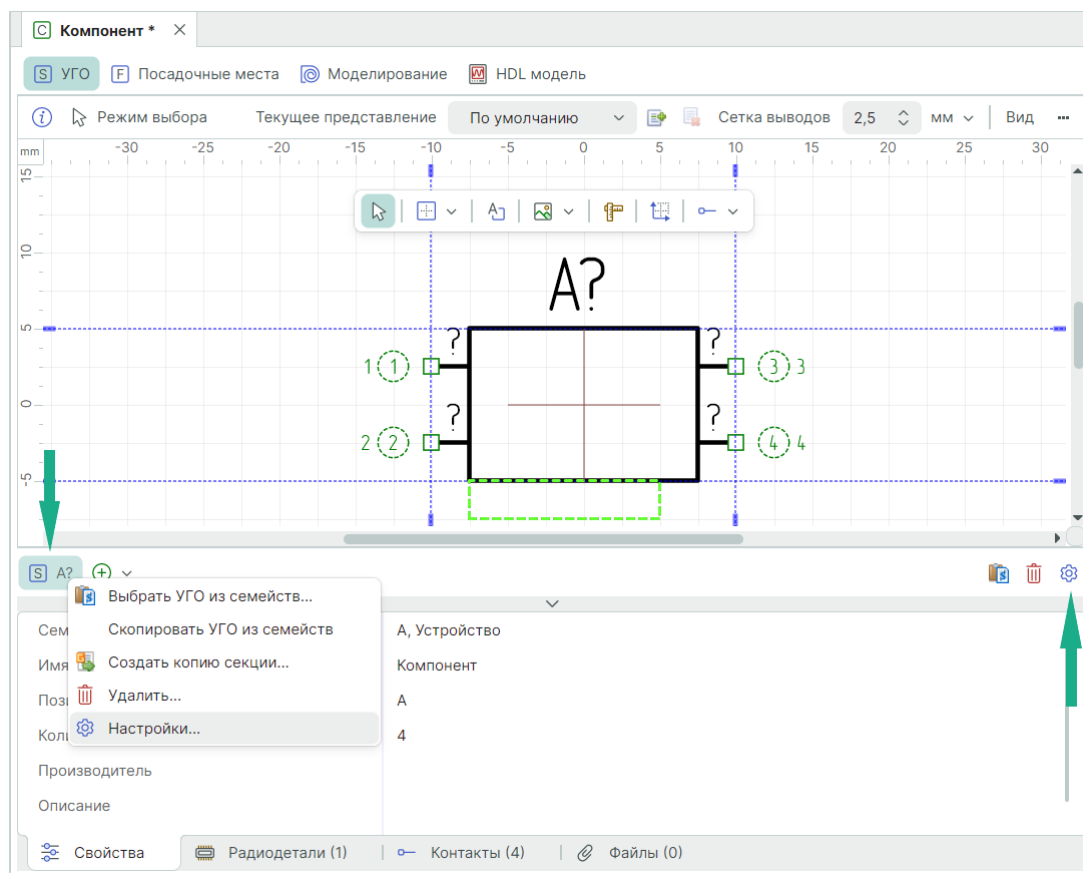

Рис. 221 Вызов настроек секций
1. Вызовите окно настроек из контекстного меню секции или с помощью символа , расположенного в правой части редактора, см. Рис. 221.